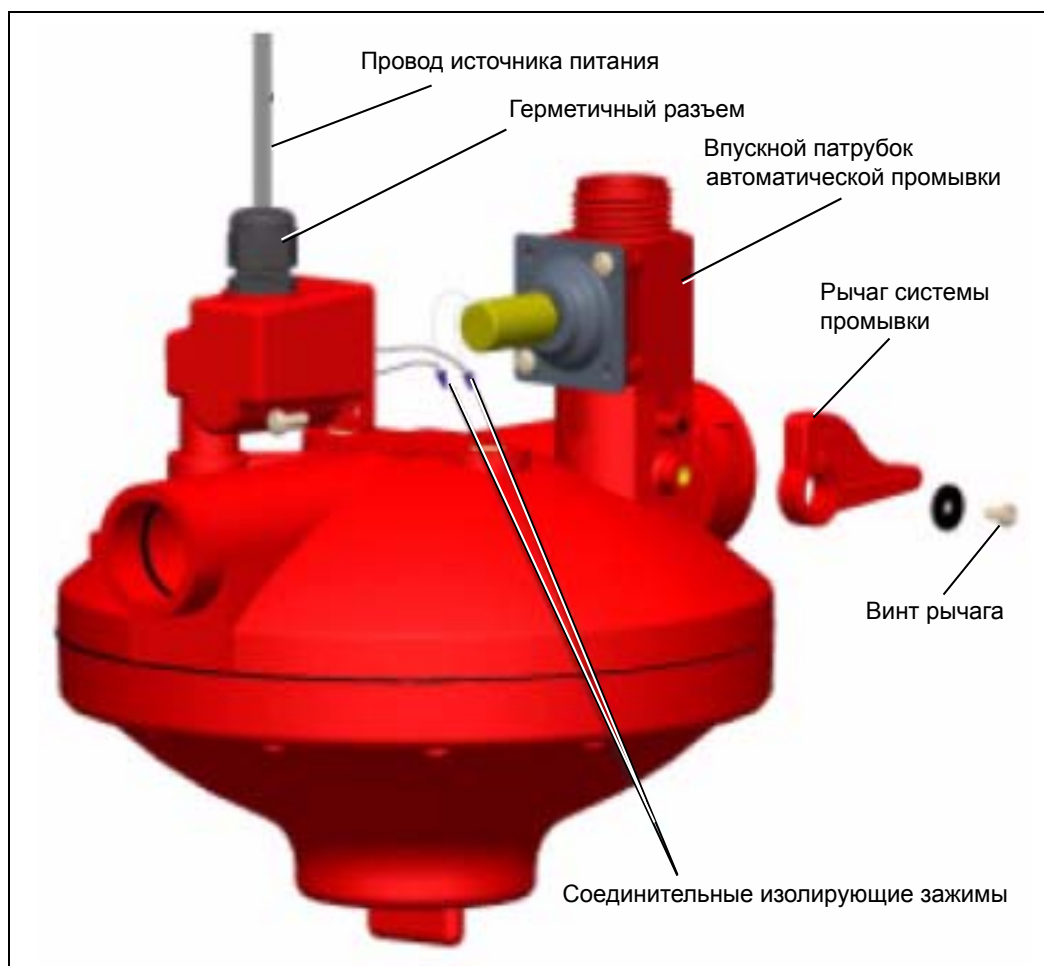

Рисунок 9В
4. Установите крышку. (См. рис. 9В на стр. 34.)